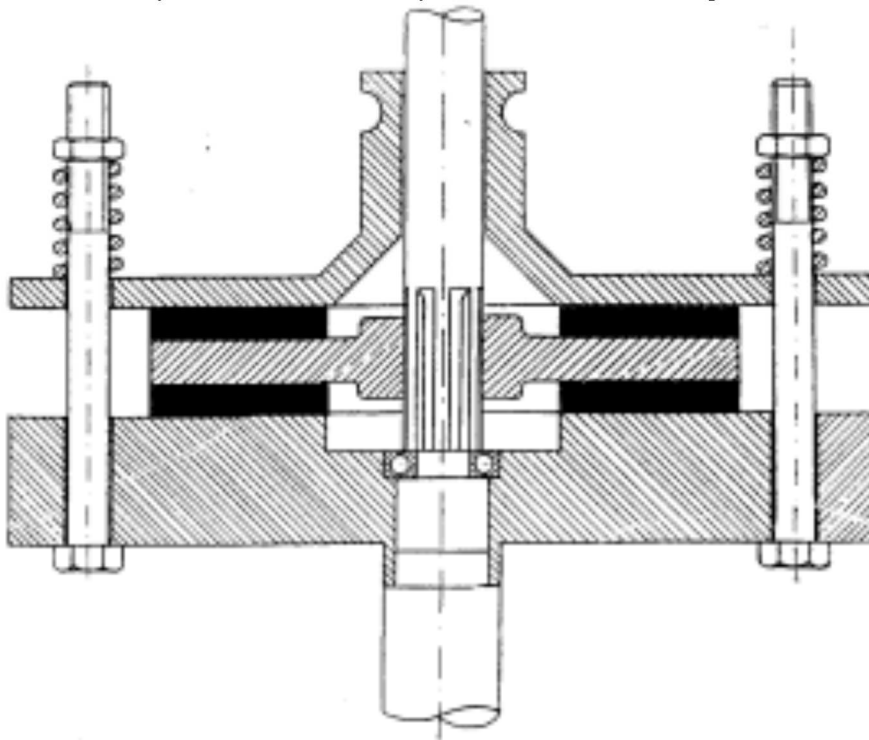

Figura 1.2
Considérese el embrague de la figura 1.2. La presión máxima admisible del revestimiento (que se considera uniforme) es de  $2.6 \text{ kp/cm}^2$ . El coeficiente de fricción es de 0.2. El diámetro exterior del disco de embrague es de 25 cm.
2. Si el esfuerzo normal de embrague queda garantizado por cuatro resortes de torsión como los de la figura 1.2, ¿qué carga hay que dar a cada resorte en el montaje del embrague?